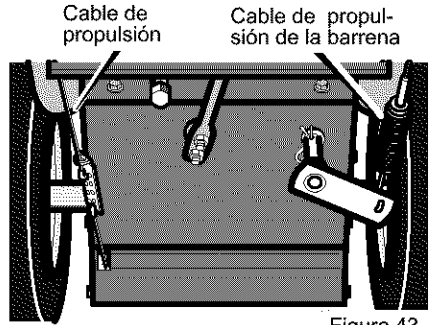

Figura 43
**NOTA:** Si los cables se han desconectado, conéctelos como se muestra en la Figura 43.